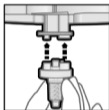

Fig. 2
3. Vendoseni njërin nga Bishtat e Përzjerjes Dynamix mbi daljet e fishekut. (Fig. 2)